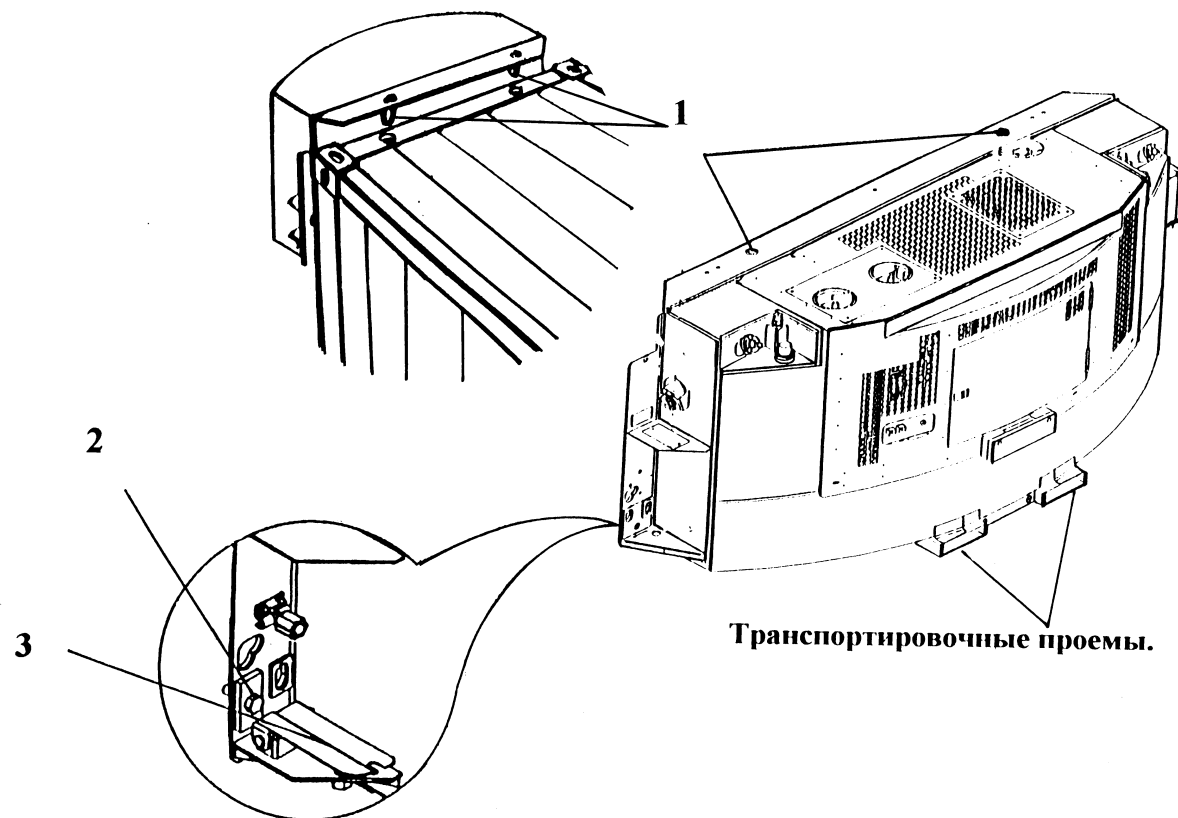

Рис. 4. Дизель – генератор типа Б
- 1.2.5.1. Водитель АП, захватив дизель – генератор со «шпильками» (Рис.4, поз.1) в соответствии с п. 1.2.3, по команде сигнальщика, подъезжает к КК, поднимает ДГ немного выше установочных отверстий на крыше КК и совместив отверстия со шпильками, плавно опускает и навешивает ДГ на контейнер.
- 1.2.5.3. Сменный механик ЗАО «Логистика-Терминал» или механик ООО «Р.Э.С.» производит крепление дизель-генератора к корпусу КК с помощью болтов (Рис. 4, поз.2), и закрывает болтовые соединения крышкой (Рис. 4, поз.3), исключая сампроизвольное раскручивание болтов и смещение ДГ на КК в процессе перевозки любыми транспортными средствами.